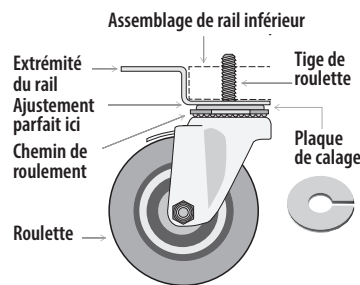

Fig. 7. Diagramme des roulettes.
3. Vissez les roulettes dans le rail du châssis ou le fond de l'appareil. Voir les fig. 7 et 8.